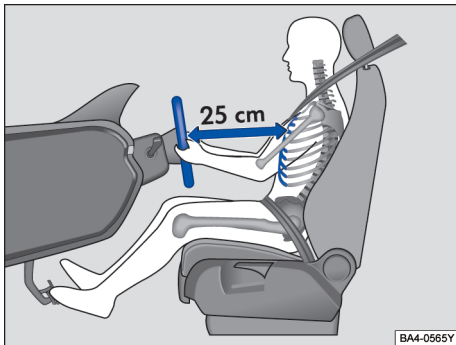

图 22 驾驶员与方向盘之间至少保持为 25 cm 的距离
- 调节方向盘，使驾驶员胸部与方向盘之间至少保持 25 cm 的距离→图 22。